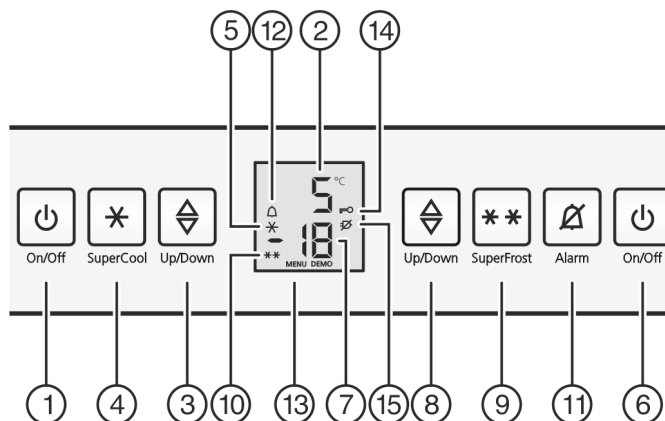

Fig. 2
- ▶ Druk de toets On/Off van het vriesgedeelte *Fig. 2 (6)* in.
- ▶ Druk de toets On/Off van het koelgedeelte *Fig. 2 (1)* in.
- ▶ Instelmodus activeren: Druk de toets SuperFrost *Fig. 2 (9)* gedurende ca. 5 seconden in.
- ▷ Op de display wordt het symbool Menu *Fig. 2 (13)* weergegeven.
- ▶ Met de toets SuperFrost *Fig. 2 (9)* kort bevestigen.
- ▷ Het symbool Kinderbeveiliging *Fig. 2 (14)* op de display gaat branden.
- ▶ Druk de toets On/Off van het vriesgedeelte *Fig. 2 (6)* kort in.
- ▷ Het symbool Kinderbeveiliging *Fig. 2 (14)* gaat uit.
- ▶ Toets Alarm *Fig. 2 (11)* indrukken.
Tegelijkertijd knipperen de temperatuurdисplay en het symbool Alarm *Fig. 2 (12)*.
Het akoestisch alarm stopt automatisch, het symbool Alarm *Fig. 2 (12)* gaat uit en de temperatuurdисplay houdt op met knipperen, wanneer de temperatuur weer laag genoeg is.